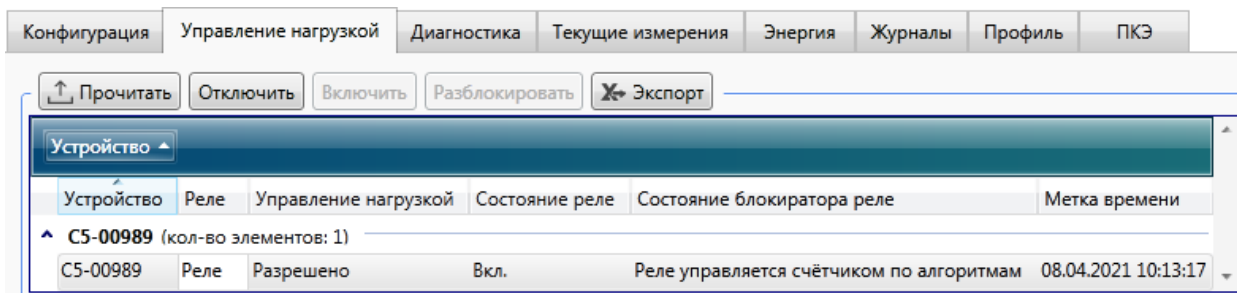

Рисунок 9.58 – Управление реле
9.6.10.2 Для просмотра состояния реле выбрать *Реле* и нажать кнопку *Прочитать* (рисунок 9.58), при этом в столбце *Состояние реле* отобразится состояние реле, которое может принимать одно из следующих значений:
9.6.10.4 Для управления реле в программе КОНФИГУРАТОР выбрать *Реле* (рисунок 9.58) и нажать кнопку: